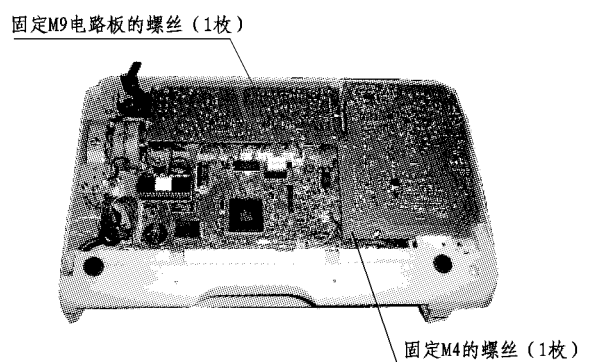

图7-3
c) 拆卸固定M9的螺丝(1枚)和固定M4的螺丝(1枚)。(图7-3)
d) 拨下M9上的连接器CN92(图7-3的图片的里面), 然后取下M9电路板。